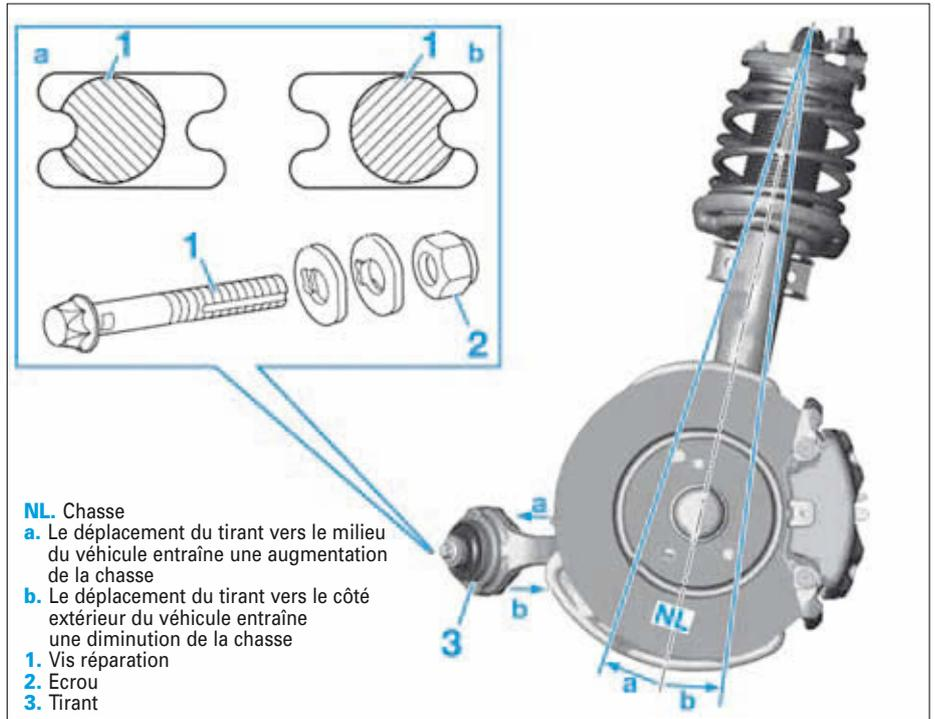
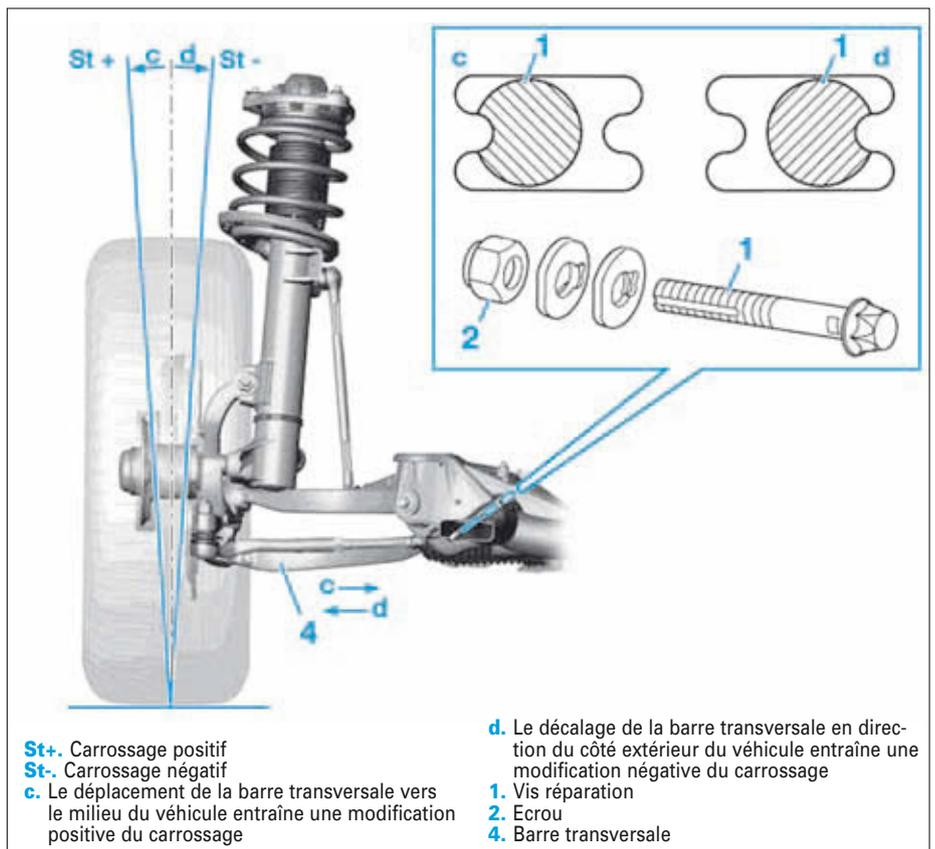

FIG. 7
FIG. 8
- Sur chaque élément, remplacer la vis de fixation d'origine par une vis réparation (1) (Fig.7) et (Fig.8).
- Visser l'écrou (2) jusqu'en appui, sans le bloquer.
- Régler la chasse par l'intermédiaire du tirant (3) (Fig.7).
- Régler le carrossage par l'intermédiaire de la barre transversale (4) (Fig.8).